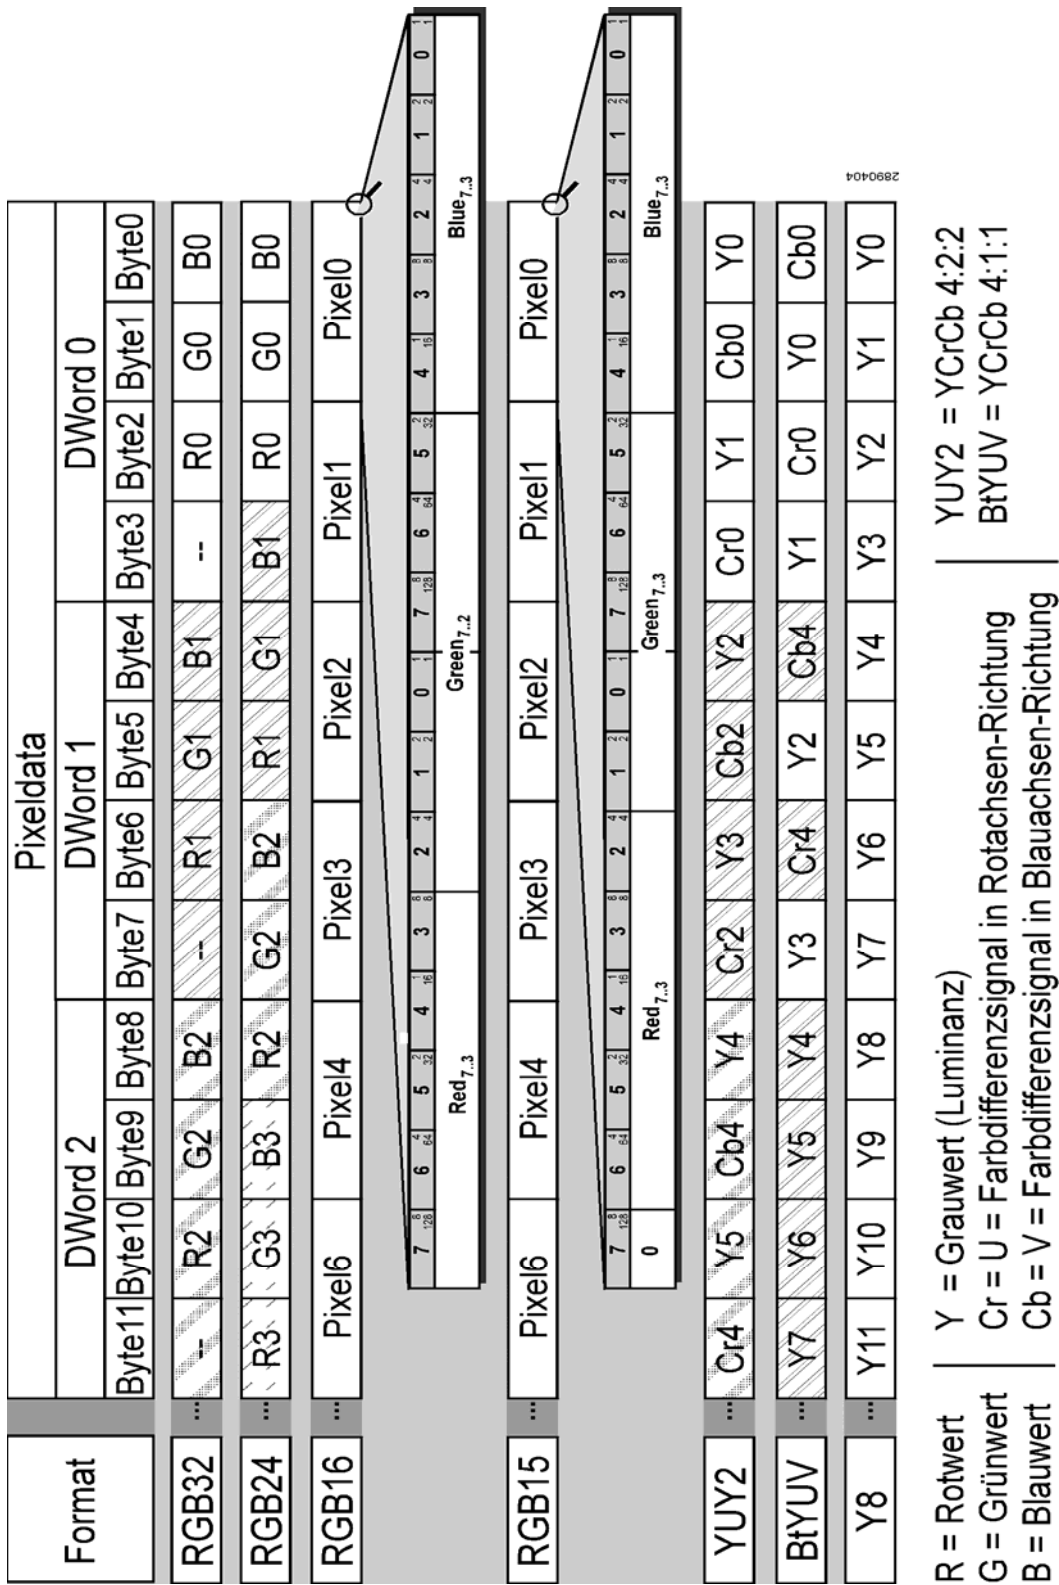

Bild 52: Farbformate des pciGrabber-4x4
Das Datenformat ist in erster Linie von der Anwendung bestimmt. Grundsätzlich sind drei Formate zu unterscheiden, die teilweise nochmals in Unterformate unterteilt sind. *Bild 52* zeigt, wie die Pixel in den einzelnen Formaten im Speicher abgelegt werden.
- Bei *RGB32* werden 32-bit, also ein Doppelwort pro Pixel benutzt. Das unterste Byte eines jeden Doppelworts enthält die Blau-Information (8-bit breit), das zweite Grün- und das dritte die Rotwerte. Das oberste Byte enthält keine Information. Es wird lediglich eingefügt, damit die Zuordnung von einem Pixel zu einem Doppelwort erreicht wird: Mit jeder DWort-Grenze beginnt auch ein neues Pixel (zusammengehörige Information ist in *Bild 52* in gleicher Weise schraffiert). Das Alignment auf DWords hat gegebenenfalls den Vorteil, dass schnellere Zugriffsbefehle benutzt werden können. Die Farbtiefe beträgt 16 Mio. Farben ($2^{38} = 16777 \cdot 10^6$).
- *RGB16* hat eine geringere Farbauflösung. In diesem Format werden jeweils fünf Bit für Blau und Rot-Kanal verwendet, der Grün-Kanal verfügt über sechs Bit. Die Farbtiefe beträgt damit 65.536 Farben ($2^5 \cdot 2^5 \cdot 2^6 = 65536$). Der Speicherplatzbedarf eines Pixels beträgt dementsprechend 16-bit = 1 Wort. In *Bild 52* ist die Aufteilung des Worts in die drei Farbkanäle gezeigt.
- **RGB15:** Die Aufteilung entspricht dem RGB16-System, jedoch ist die Farbtiefe für alle drei Farbkanäle gleich (je 5-bit = 32 Stufen). Daraus ergeben sich 32.818 darstellbare Farben. Insgesamt werden nur 15-bit benötigt, wodurch das oberste Bit eines jeden Wortes unbenutzt bleibt. Es enthält den Wert 0 (siehe *Bild 52*).
- **BtYUV :** Entspricht YCrCb 4:1:1. Vier Pixel teilen sich eine Farbinformation. Die Anordnung der Information im Speicher ist aus *Bild 52* zu ersehen. Jeweils drei DWords sind logisch zusammengefasst. Sie enthalten die Information für acht Pixel. Dies ist die Helligkeit für jedes Pixel (Y0..Y7) und die Farbinformation des ersten (Cb0/Cr0) und fünften Pixels (Cb4/Cr4).